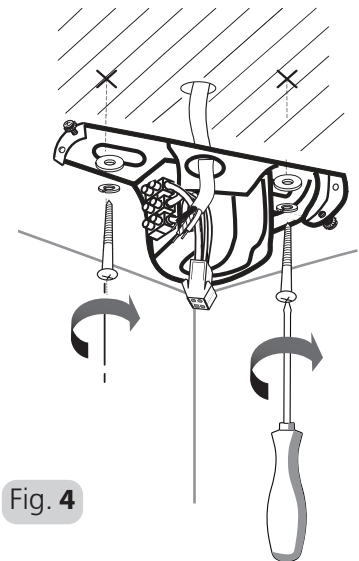

Fig. 4
5. MONTAGE DER AUFHÄNGEHALTERUNG: Montieren Sie die Aufhängehalterung mit den mitgelieferten langen Schrauben am Deckenbalken oder an der Holzstütze. Führen Sie die Schrauben durch die Langlöcher in der Hängevorrichtung und befestigen Sie sie an der Decke. Achten Sie darauf, dass mindestens 30 mm der Schraube in den Deckenbalken oder die Holzstütze eingeschraubt sind. Siehe Abb.4
5. INSTALLING THE HANGING BRACKET: Install the hanging bracket to the ceiling joist or timber support with the long installation screws provided. Pass the screws through the slotted holes in the hanging bracket and secure to the ceiling. Ensure that at least 30 mm of the screw is threaded into the ceiling joist or timber support. Refer to Fig. 4
5. INSTALLATION DU SUPPORT DE SUSPENSION : Installez le support de suspension sur la solive du plafond ou le support en bois avec les longues vis d'installation fournies. Faites passer les vis à travers les fentes du support de suspension et fixez-les au plafond. Assurez-vous qu'au moins 30 mm de vis est inséré dans la solive du plafond ou le support en bois. Voir Figure 4.
5. **INSTALLARE LA STAFFA DI SOSPENSIONE:** Installare la staffa di sospensione sul travetto del soffitto o il supporto in legno con le viti di installazioni lunghe in dotazione. Far passare le viti attraverso i fori presenti nella staffa di sospensione e fissarle al soffitto. Assicurarsi che le viti penetrino per almeno 30 mm nel travetto del soffitto o nel supporto di legno. Vedere fig. 4
5. **MONTAGE VAN DE OPHANGBEUGEL:** Monteer de ophangbeugel aan de plafondbalk of de houten steun met behulp van de meegeleverde lange montageschroeven. Steek de schroeven door de sleufgaten in de ophangbeugel en schroef de beugel aan het plafond. Zorg ervoor dat ten minste 30 mm van de schroefdraad in de plafondbalk of de houten steun is geschroefd. Zie Fig. 4
5. **INSTALAÇÃO DO SUPORTE DE SUSPENSÃO:** Instale o suporte de suspensão na viga do teto ou suporte de madeira com os parafusos de instalação compridos fornecidos. Passe os parafusos pelos furos longitudinais no suporte de suspensão e prenda-os ao teto. Assegure-se que pelo menos 30 mm do parafuso são enroscados na viga do teto ou suporte de madeira. Consulte a Fig. 4